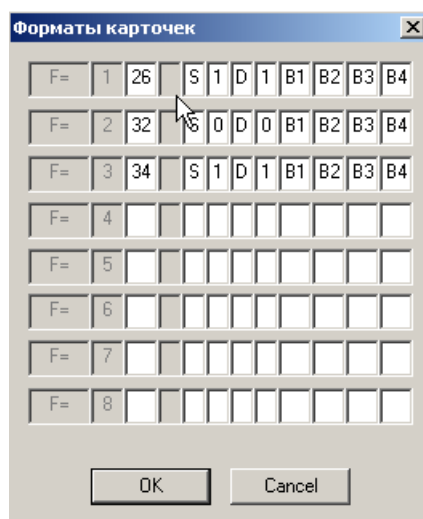

Рис. 3.3—4 Настройка используемых форматов карт доступа типа Wiegand
- 6.12 Если требуется выполнять переключение входов, установить соответствующий флажок и выбрать необходимый тип (см. Рис. 3.3—3, **12**).
7. Нажать кнопку **Форматы карточек** и настроить используемые форматы карт доступа типа Wiegand (Рис. 3.3—4, Таб. 3.3—1). После завершения настройки для сохранения введенных форматов необходимо нажать кнопку **ОК**.